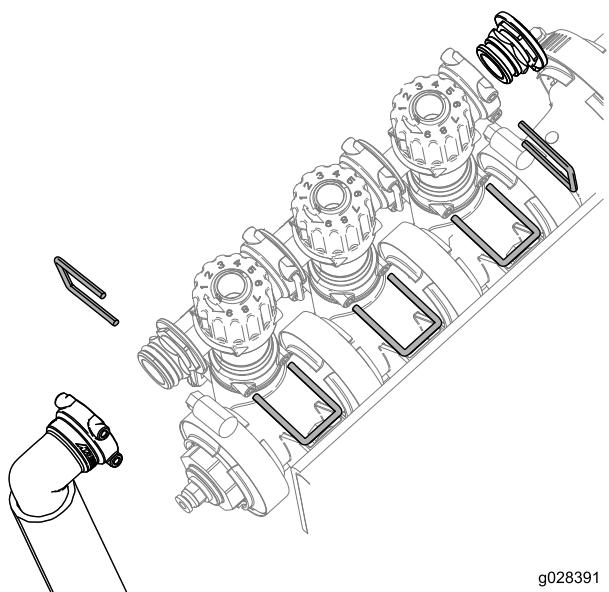

図 4
3. バイパス調整アセンブリ、エンドキャップ、フィッティングホースアセンブリを保持しているリテーナを図4のように外す。